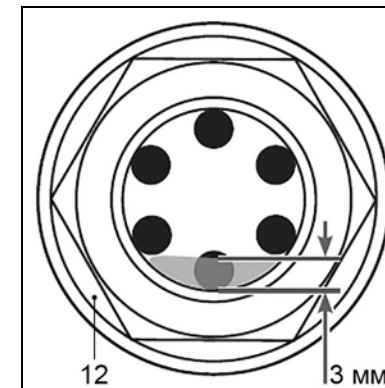

Рис. 6.
9.2.2. Установите молоток в вертикальное положение (стволом вниз на фиксирующую муфту) и проконтролируйте уровень масла. Если уровень масла стал менее 3 мм, необходимо долить масло в резервуар, Рис. 6.